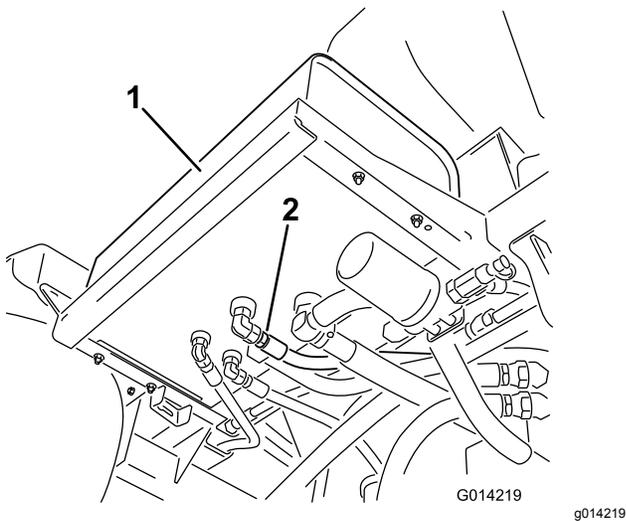

Figura 94
2. Limpie la zona alrededor del acoplamiento de uno de los manguitos hidráulicos, en la parte inferior del depósito de fluido hidráulico (Figura 94).
4. Retire el acoplamiento de manguera del depósito y deje fluir el fluido al recipiente (Figura 94).